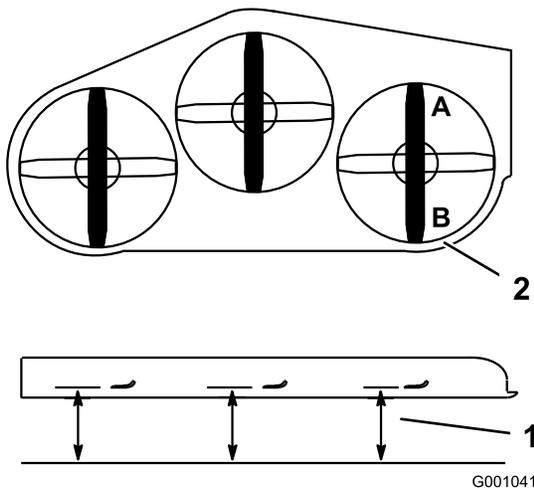

Figura 84
2. Coloque una cuchilla en posición longitudinal. Mida en las posiciones **A** y **B** desde una superficie nivelada hasta el filo de corte de los extremos de la cuchilla (Figura 84).